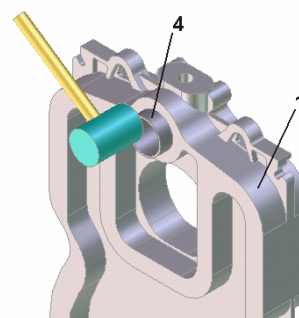

Рис. 4
3. Установите двухконусные патрубки (4) в верхнее и нижнее гнезда и слегка постучите по ним деревянным молотком, чтобы они встали на место (Рис.4). Первые четыре двухконусных патрубка, начиная с заднего элемента на моделях с 10-11-12 элементами, должны быть длиной 104 мм (4/1) со своими насадками, обращенными вперед.